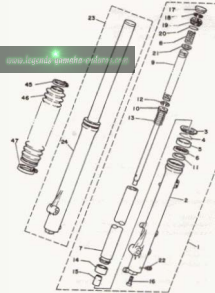

Bild 180
Alle im folgenden Text erwähnten Teilenummern beziehen sich auf Bild 180. Vor Beginn der Arbeit sollte dieses Kapitel bis zum letzten Arbeitsschritt durchgelesen worden sein, um Fehlern vorbeugen zu können.
Anzugsdrehmoment 20 Nm, vergleiche Teil 16 in Bild 180.
- 1 Gleitbuchse, Teil 11 in Bild 180 2 Hilfswerkzeug nach Bild 56.13
- 1 Gabelstandrohr, Teil 7 in Bild 180
- 3 Wellendichtung, Teil 5 in Bild 180
- 5 Distanzring, Teil 6 in Bild 180
- 6 Gabelgleitrohr, Teil 2 oder 24 in Bild 180
- 2 Staubdichtung, Teil 3 in Bild 180
- 3 Federfedern, Teil 4 in Bild 180